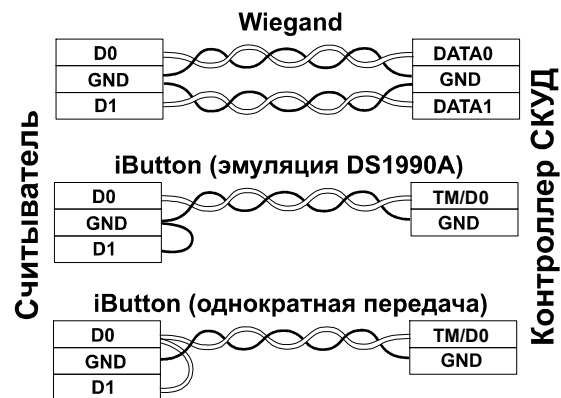

Рис. 2
- 2) Подключить провода считывателя в соответствии с Таблицей 1 и Рис. 2.
6) Подключить контроллер (см. Рис.2).
Интерфейс подключения считывателя к контроллеру можно настроить вне зависимости от режима (защищенный/незащищенный). Исходно активен протокол передачи данных Wiegand-26. Выбор протокола iButton (Dallas Touch Memory) осуществляется замыканием проводов DATA1 (белый) на GND (чёрный) (см. Рис.2). Передача iButton (Dallas Touch Memory) осуществляется по DATA0 (зеленый).